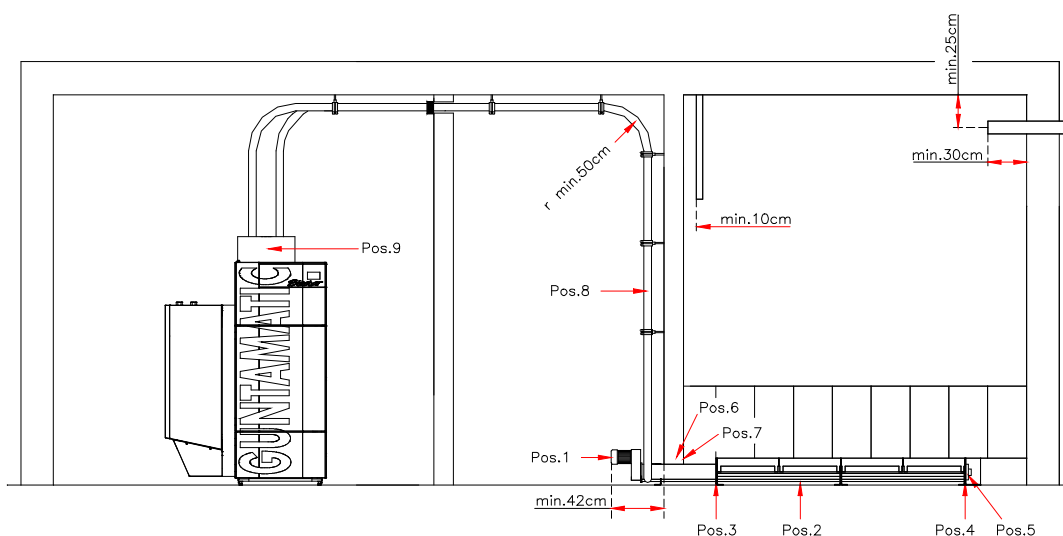

Fig. : 2
1. Introduisez l'unité d'entraînement (1) Fig. 2 de la vis d'extraction par l'ouverture du mur du local de stockage.
2. En fonction de la longueur de vis, assemblez les rallonges de vis sans fin y compris les aubes (2) Fig. 2 depuis le fond du local de stockage vers l'unité d'entraînement (1) Fig. 2. Assemblez les rallonges de vis de manière à ce que les hélices soient contiguës. Ensuite, vissez fermement ensemble les aubes par les brides à l'aide des vis M 8 x 30 (3) Fig. 2 et des écrous frein. Veillez à ce que les aubes soient vissées ensemble sans ressauts intérieurs. Visser le couvercle de fond avec palier d'entraînement (4) Fig. 2 sur la bride à l'extrémité de la vis d'extraction.
3. Désolidarisez la vis sans fin (5) Fig. 2 du palier en desserrant les vis de fixation, puis poussez-la en butée vers l'unité d'entraînement, enfin resserrez les vis au niveau du palier.
5. Disposez la vis sans fin de manière à ce qu'au moins 42 cm de l'unité d'entraînement (voir Fig. 2) dépassent du mur du local de stockage.
L'aube doit être alignée à l'aide des pattes de fixation (E) Fig. 2 et vissée directement au sol droite, sans affaissement ni surélévation.
7. Remplissez l'ouverture du mur (6) Fig. 2 avec de la laine de roche. Fermez l'ouverture avec les tôles de recouvrement (7) Fig. 2 à l'intérieur et à l'extérieur.
1. Raccordez les tuyaux d'aspiration (8) Fig. 2 de l'extracteur du réservoir tampon (9) vers un des manchons de la vis d'extraction. Posez le tuyau d'aspiration du réservoir à la vis avec des rayons de courbure aussi grand que possible.